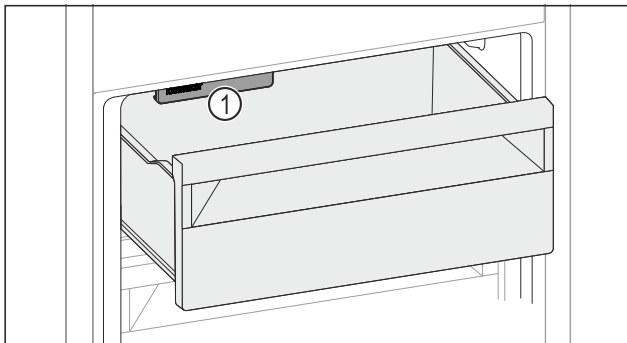

Fig. 122
- ▶ Tenez compte de l'IceMaker Fig. 122 (1).